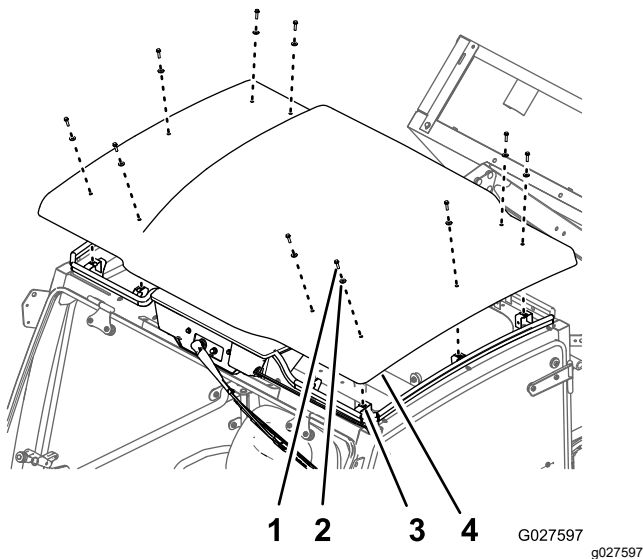

Figura 33
1. Retire os 10 parafusos (1/4 x 1 pol.) e 10 anilhas de vedação (1/4 pol.) que prendem o painel do teto aos suportes de apoio do teto da cabina (Figura 33).